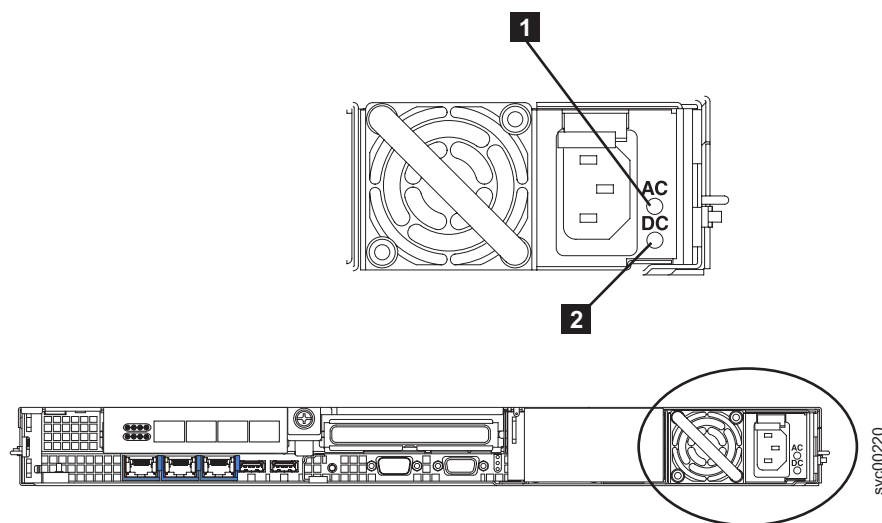

図 163. SAN ボリューム・コントローラー 2145-8G4 AC LED と DC LED
4. 電源機構上の AC 電源 LED **1** および DC 電源 LED **2** が点灯し (図 163 を参照)、電源機構が正しく作動していることを示していることを確認してください。2 つの緑色の LED は電源コード・コネクタの隣にあります。